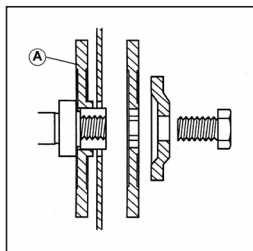

Fig. 1
- Coloque la brida "A" en el lado interior cuando el diámetro del eje del disco sea de $\varnothing 22,2$ mm ($\varnothing 7/8"$). (**Fig. 1**)